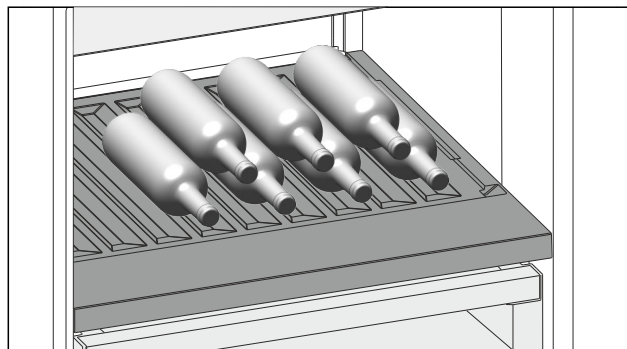

Fig. 124
- ▶ Introduceți sticlele cu fundul în spate, către peretele posterior. (vezi Fig. 124)